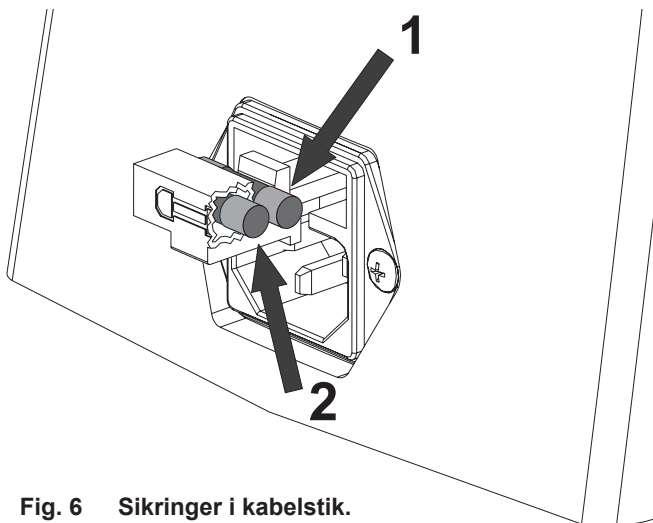

Fig. 6 Sikringer i kabelstik.
- Sikringen i kabelstikket (fig. 6, 1) ikke er brændt af. Hvis sikringen er defekt, kan den skiftes ud med den ekstra sikring (fig. 6, 2), som også findes i kabelstikket.